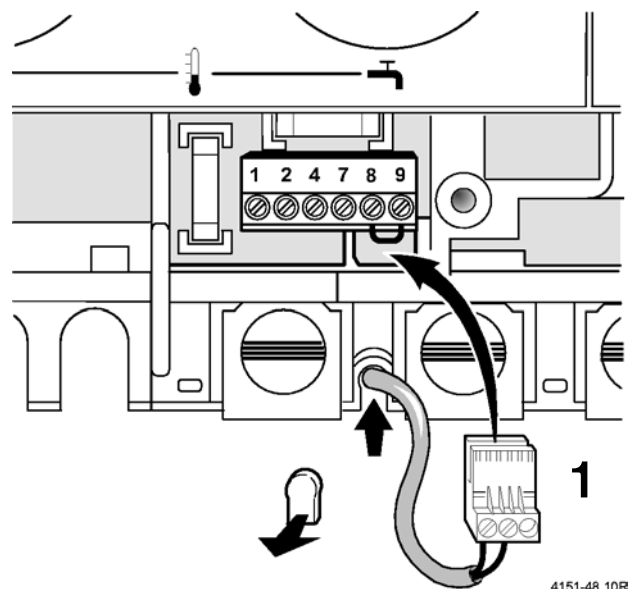

Fig. 49
- Stekker (1) onder de printplaat zelf monteren. (zie fig 49)